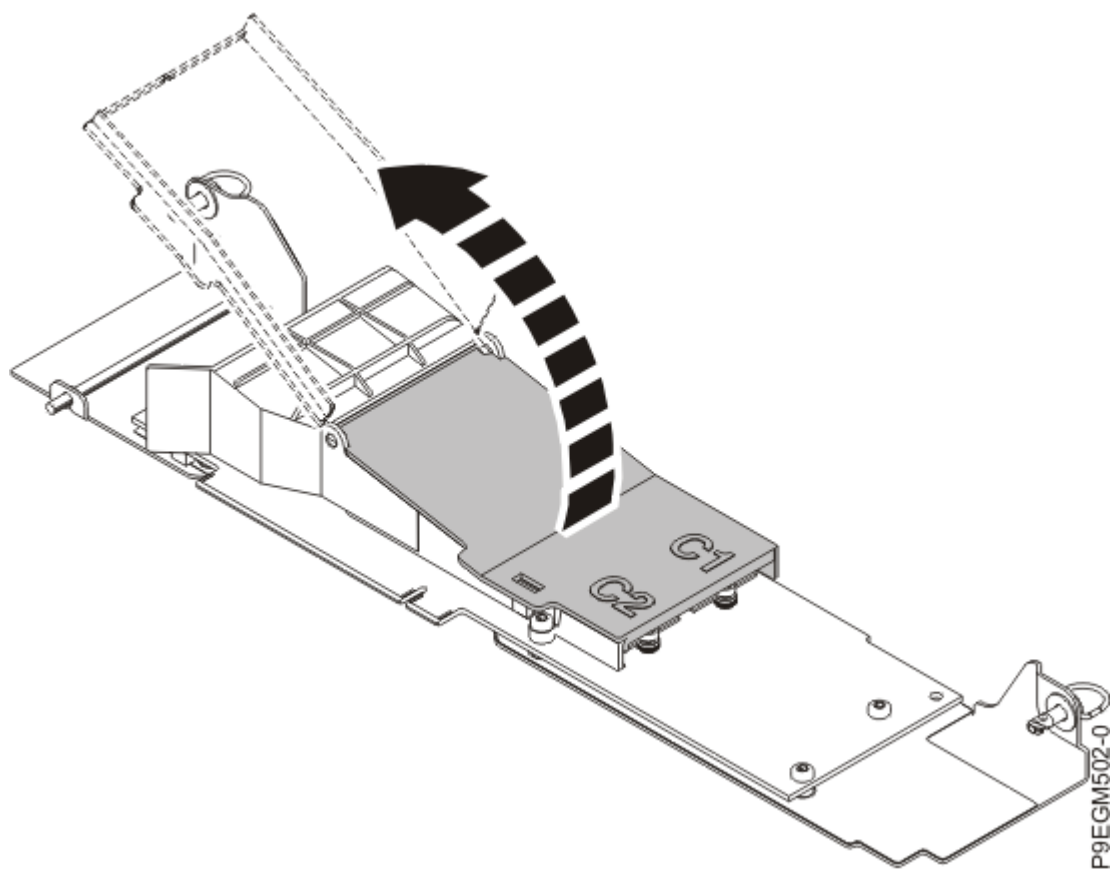

Figura 15. Elevación de la cubierta de la tarjeta portadora NVMe M.2
- a) Levante la cubierta negra de la tarjeta portadora NVMe M.2 tirando hacia arriba de la pestaña, como se muestra en la Figura 15 en la página 21.